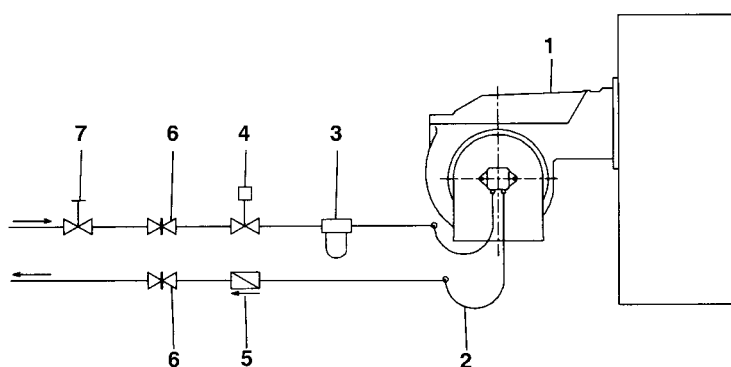

Рис. 6 - Двухтрубная система
1. Установить фланец на трубе. Использовать соответствующую газу оснастку (Рис. 6)
2. установить устройство MBC...SE и уделить особое внимание прокладкам O-Ring (Рис. 6)
ПРИМЕЧАНИЕ: в системах с гравитационной подачей или с кольцевым контуром, установить автоматическое отсечное устройство (см. № 4-Рис. 6).